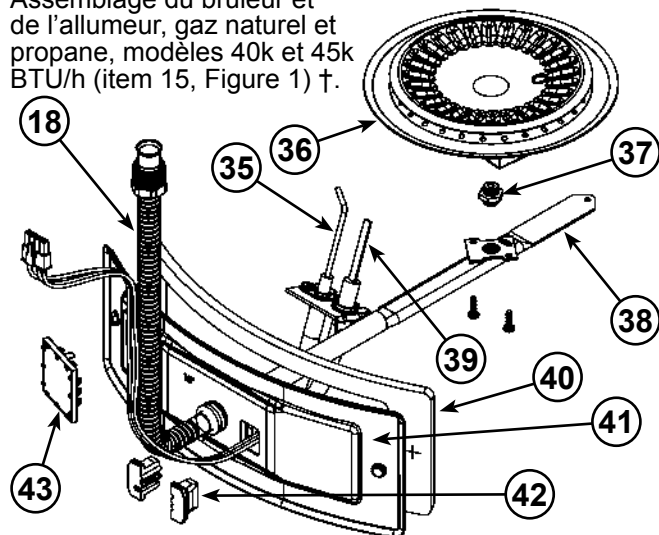
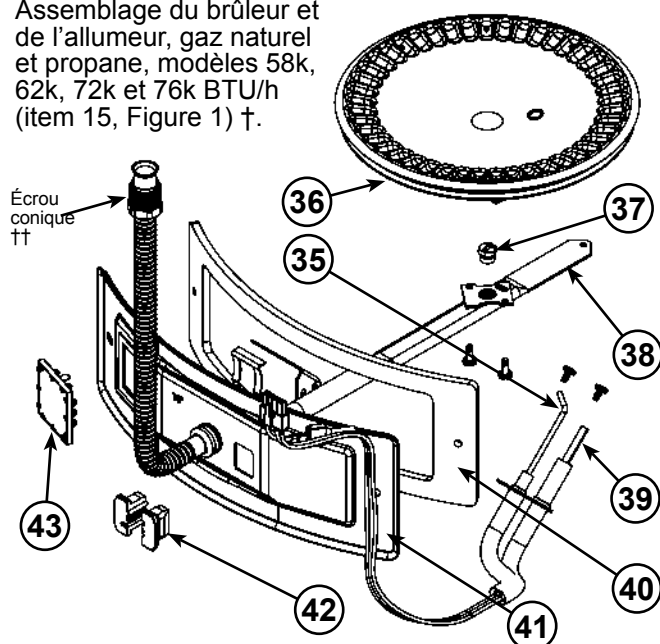
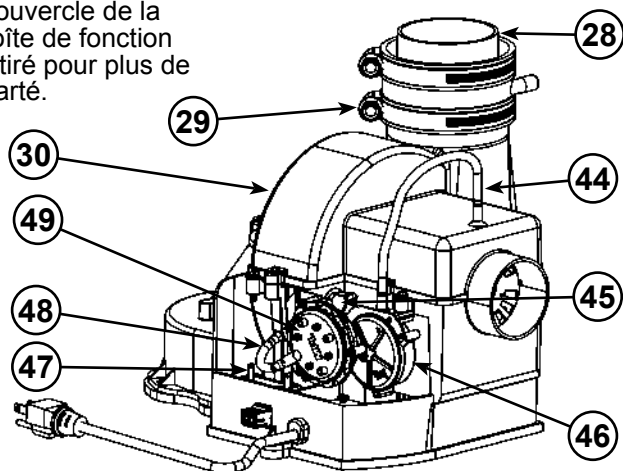

Figure 3
Figure 4
Figure 5
| 1  | Coude de terminaison avec grille de ventilation                                 | 16 | *Bac d'égouttement en métal  | 36 | Brûleur en tôle (voir Figure 3 et Figure 4)                         |
| 2  | *Conduit d'évacuation   | 17 | *Drain de plancher   | 37 | Orifice de gaz (voir Figure 3 et Figure 4)                          |
| 3  | *Coude du conduit d'évacuation (long rayon)                                     | 18 | Tube flexible du collecteur (voir Figure 3 et Figure 4)                                      | 38 | Collecteur (voir Figure 3 et Figure 4)                              |
| 4  | Silencieux (optionnel)  | 19 | ***Harnais de câbles   | 39 | Allumeur à élément chauffant (voir Figure 3 et Figure 4)            |
| 5  | *Raccord-union diélectrique   | 20 | *Collecteur de sédiments   | 40 | Joint d'étanchéité, porte du collecteur (voir Figure 3 et Figure 4) |
| 6  | Raccord entrée d'eau froide/tube d'immersion                                    | 21 | *Raccord-union (alim. en gaz)  | 41 | Porte du collecteur (voir Figure 3 et Figure 4)                     |
| 7  | **Raccord d'alimentation pour chauffage combiné (optionnel)                     | 22 | *Robinet d'arrêt manuel du gaz   | 42 | Bloc passe-fil et étrier (voir Figure 3 et Figure 4)                |
| 8  | Soupape T&P   | 23 | *Alimentation en gaz   | 43 | Regard (voir Figure 3 et Figure 4)                                  |
| 9  | *Tuyau d'écoulement   | 24 | Anode (sous capuchon)  | 44 | Tube d'air (apport) (voir Figure 5)                                 |
| 10 | **Raccord de retour pour chauffage combiné (optionnel)                          | 25 | Défecteur de cheminée  | 45 | Limiteur de température, soufflerie (voir Figure 5)                 |
| 11 | Commande du gaz/thermostat (Honeywell)  | 26 | Raccord combiné sortie d'eau chaude/anode  | 46 | Pressostat apport d'air (NF) (dans boîtier) (voir Figure 5)         |
| 12 | Commande du gaz électronique et couvercle (Honeywell)                           | 27 | *Robinet d'arrêt manuel, eau froide  | 47 | Condensateur (voir Figure 5)  |
| 13 | Robinet de vidange  | 28 | ****Accouplement en caoutchouc (voir Figure 5)   | 48 | Tube d'air (évacuation) (voir Figure 5)                             |
| 14 | Porte d'accès externe   | 29 | Collier de serrage (voir Figure 5)   | 49 | Pressostat évacuation (NO) (dans boîtier) (voir Figure 5)           |
| 15 | Assemblage de la porte du collecteur (non illustré) (voir Figure 3 et Figure 4) | 30 | ***Soufflerie et cordon d'alimentation (voir Figure 5)                                       |    |   |
|    |   | 35 | Détecteur de flammes (voir Figure 3 et Figure 4)   |    |   |
Ce dispositif, situé sur la soufflerie (voir Figure 5, item 45), a pour fonction de limiter la température des gaz de combustion à la sortie de la soufflerie. Si la température monte au-dessus de la température de déclenchement, l'interrupteur s'ouvre et provoque l'arrêt du chauffe-eau. Cet interrupteur se réarme automatiquement quand la température redescend.
Le fonctionnement de la soufflerie et du chauffe-eau est contrôlé par deux pressostats situés dans la boîte de jonction (voir Figure 5, item 46 et item 49). Ces dispositifs raccordés en série surveillent la pression d'air générée par la soufflerie. Si le conduit d'évacuation se bloque ou si sa capacité est autrement restreinte, l'interrupteur normalement ouvert s'ouvre et provoque l'arrêt du chauffe-eau. Si le conduit d'approvisionnement d'air se bloque ou si sa capacité est autrement restreinte, l'interrupteur normalement fermé se referme et provoque l'arrêt du chauffe-eau.